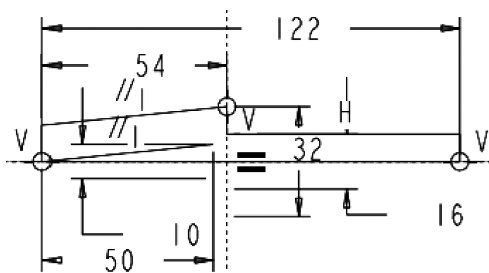

图 4-127 按要求标注尺寸
(8) 根据工程图依次标注修改图形的尺寸，最后完成的标注如图 4-127 所示。